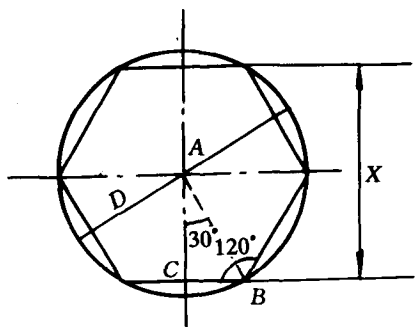

图 9
17. 六角螺母毛坯 (见图 9) 直径 $D=20\text{ mm}$, 问铣成六角形时, 最大的对边距离 x 是多少? (保留小数两位)